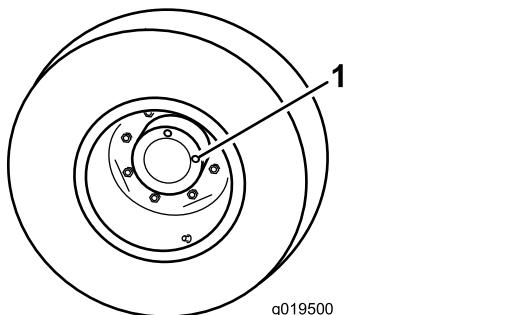

Figura 85
1. Con la macchina parcheggiata su terreno pianeggiante, posizionate la ruota in modo che un tappo di controllo (Figura 85) si trovi a ore 12 e l'altro a ore 3.
1. Tappo di controllo/spurgo (2)
2. Rimuovete il tappo a ore 3 (Figura 85). L'olio deve essere in fondo al foro del tappo di controllo.